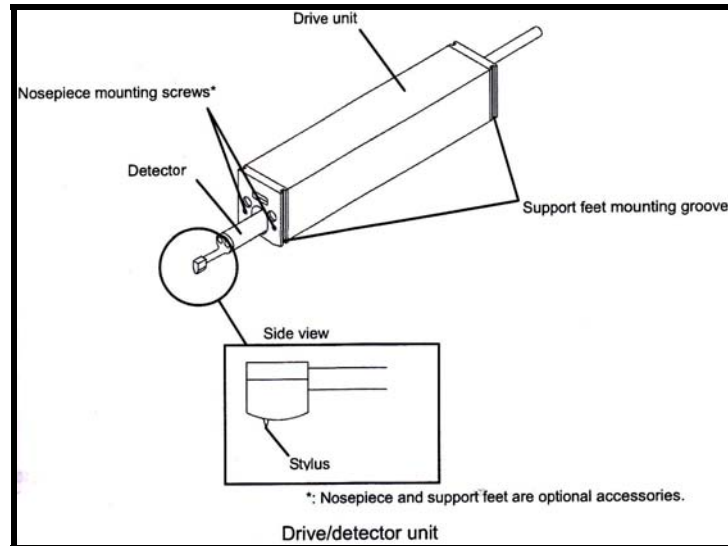

Figura 6
- Nombres de cada parte en la unidad conductora (figura 6)